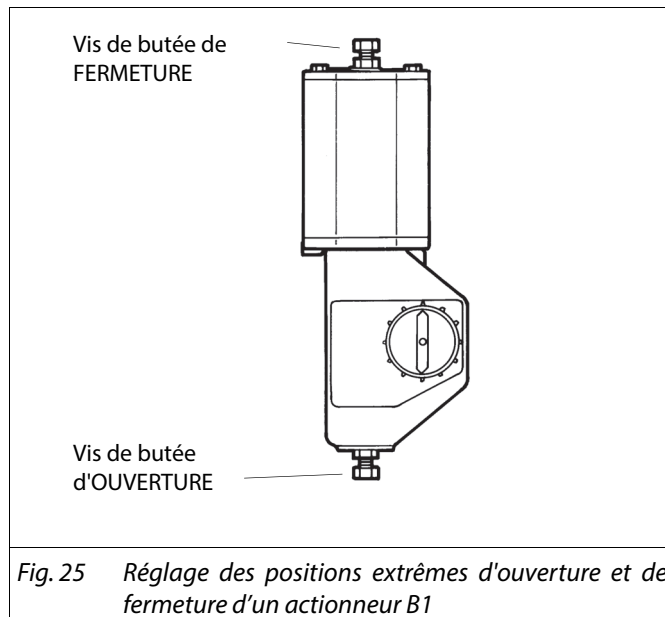

Fig. 25 Réglage des positions extrêmes d'ouverture et de fermeture d'un actionneur B1
1. La Figure 25 montre les positions de montage courantes de l'actionneur. Pour obtenir le code d'autres positions possibles, consulter le représentant Neles local.
- ☐ Ajuster les positions extrêmes d'ouverture et de fermeture à l'aide des vis de butée situées aux extrémités de l'actionneur (cf. fig. 25). La position précise de l'ouverture peut se vérifier dans le passage du corps de vanne. Vérifier également que la flèche jaune de l'actionneur indique la bonne direction du passage de fluide dans la sphère. **Attention à ne JAMAIS engager les doigts dans le passage du corps de vanne!**